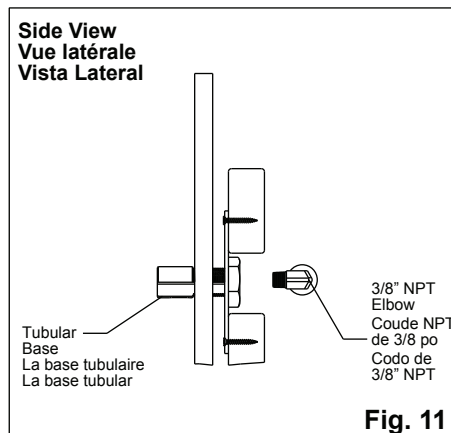

Fig. 11
11. Attach 3/8" elbow to tubular base. *See Figure 11.*
11. Attachez le coude de 3/8 po à la base tubulaire. *Voir la figure 11.*